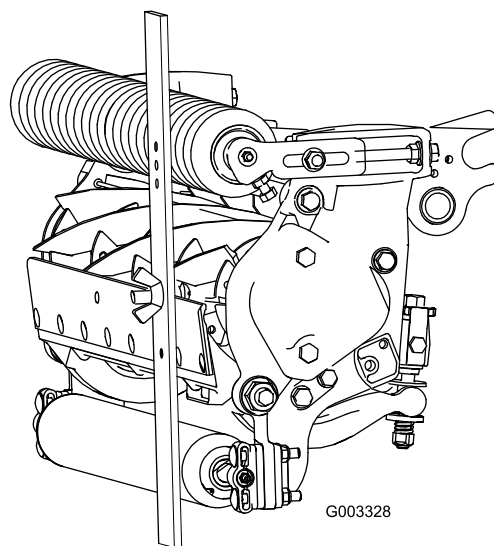

Figura 16
3. Prenda a cabeça do parafuso à extremidade cortante da lâmina de corte e apoie a extremidade traseira da barra no rolo traseiro (Figura 16).
4. Rode o parafuso de ajuste até que o rolo entre em contacto com a dianteira da barra indicadora (Figura 16). Ajuste ambas as extremidades do rolo até que todo o rolo esteja paralelo à lâmina de corte.